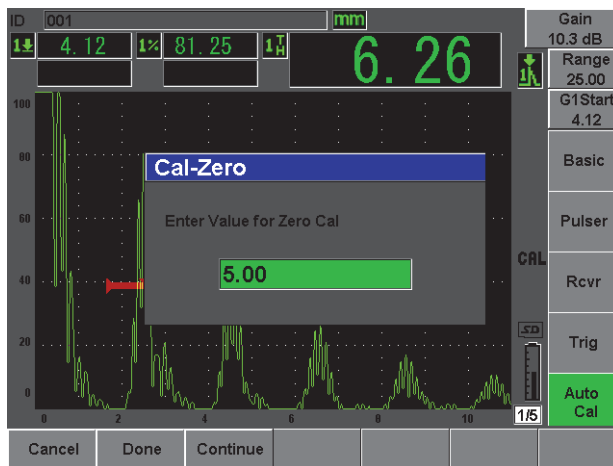

Figura 2-14 Il valore Cal-Zero
6. Premere **Cal-Zero** (Cal.zero) [vedi Figura 2-14 a pagina 52].